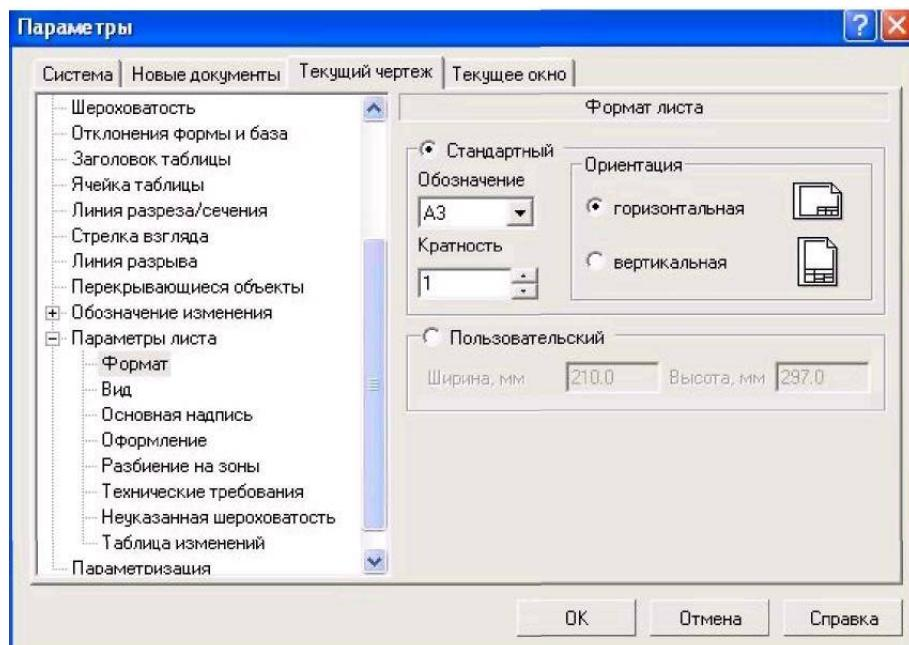

Рис. 1.13. Диалоговое окно Параметры
- 2) в появившемся диалоговом окне «Параметры» выбрать строку **Параметры листа**, а затем строку **Формат** (рис. 1.13);